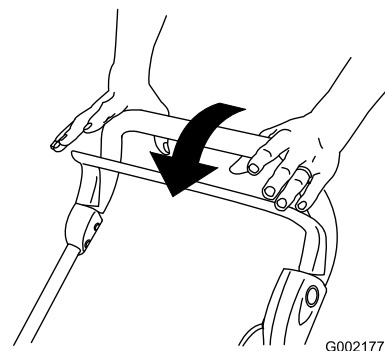

Figura 18
1. Rilasciate la barra di comando (Figura 18).